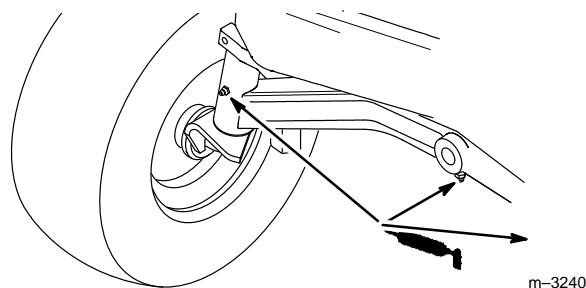

Figure 29
1. Graisser les fusées des roues droite et gauche jusqu'à ce que la graisse commence à suinter hors des roulements (Fig. 29).
2. Graisser le pivot de l'essieu avant (Fig. 29).